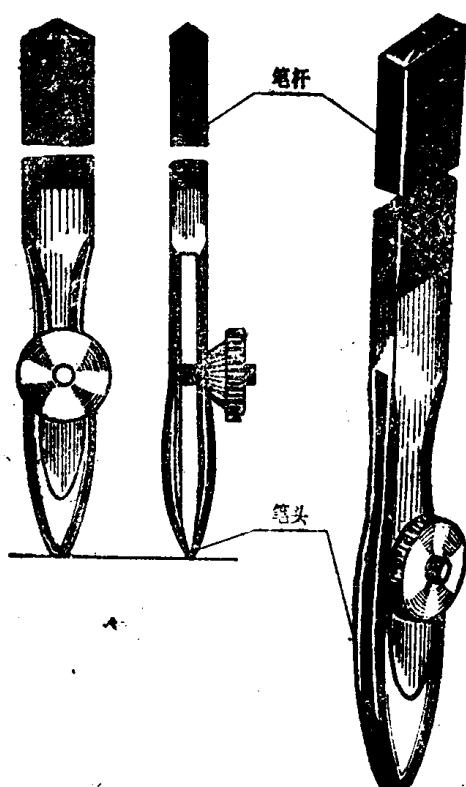

图 1-12
2. 阔头直线笔 阔头直线笔的结构形状，如图1-12所示。一般用于画特粗的墨线。